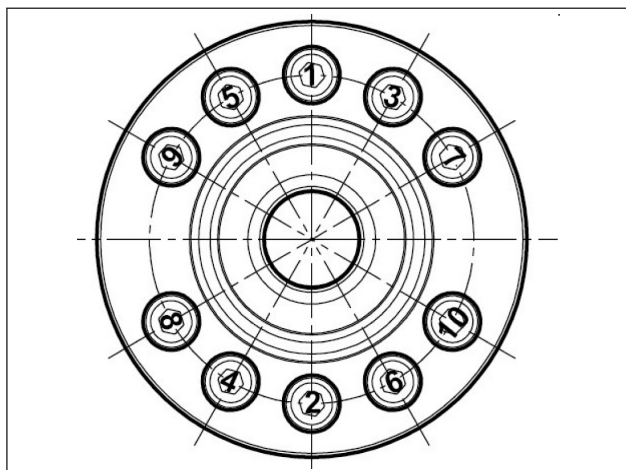

Рис. 50
- **** Крепежные винты опор по схеме на Рис. 50 должны затягиваться в два этапа: